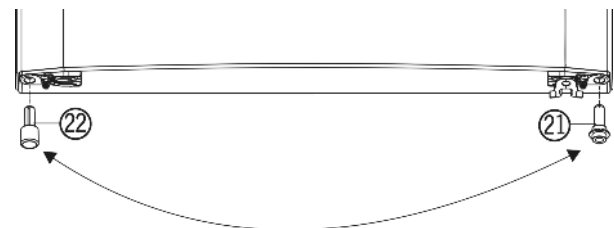

Fig. 4
- ▶ Извлеките из двери распорную деталь Fig. 4 (22) внизу слева.
- ▶ Вставьте распорную деталь Fig. 4 (22) в дверь справа внизу.